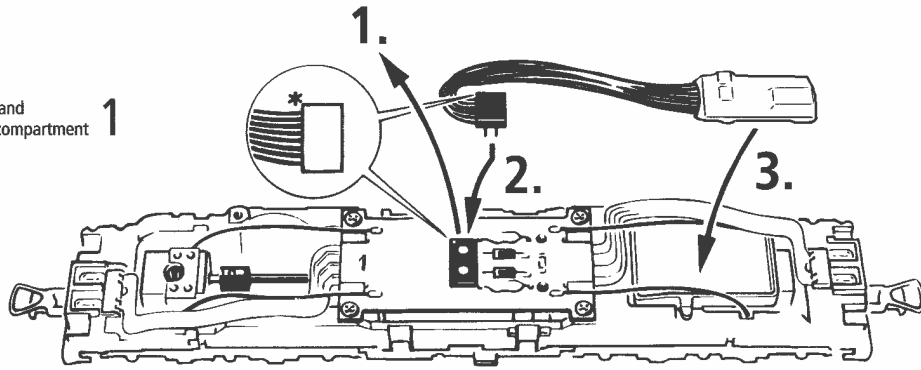

Fig. 7
1. Reinigung der Radstromkontakte: Radstromkontakte können auf unsauberen Schienen leicht verschmutzen. Entfernen Sie **vorsichtig** mit einem kleinen Pinsel **den Schmutz** an den in Fig. 7 gekennzeichneten Stellen.
1. Cleaning of wheel contacts: Wheel contacts easily get dirty on tracks which are not entirely clean. Use a small brush to **remove dirt** from spots marked in fig. 7.
1. Limpiar contactos de las ruedas: los contactos se ensucian fácilmente cuando ruedan sobre vías que no están completamente limpias. Usar un pequeño pincel para quitar la suciedad de los puntos marcados en la fig. 7.